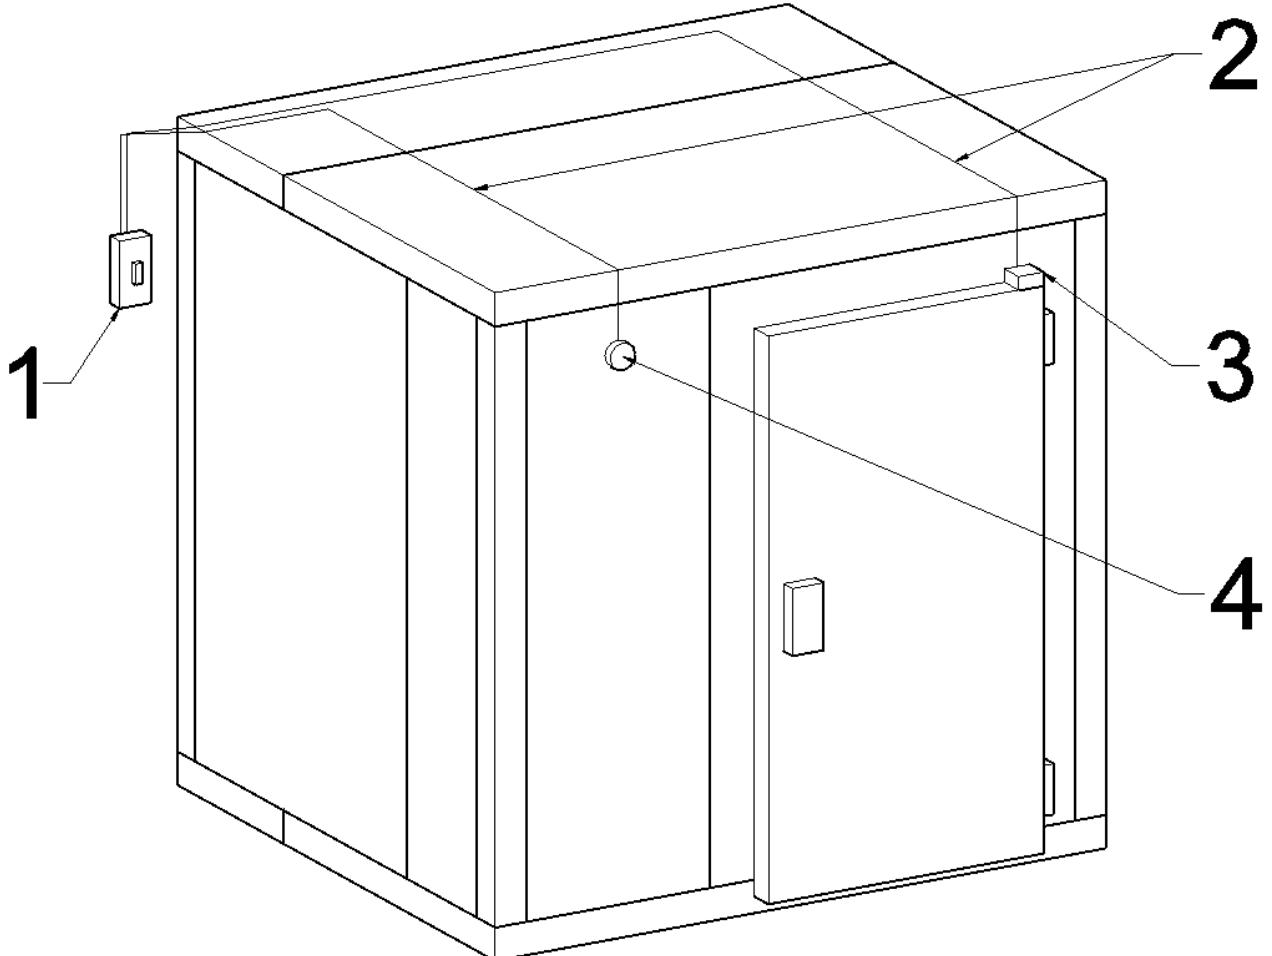

Рис. 5. Схема подключения электрического оборудования.
5.2.15. Подключение электрического оборудования (рис. 5) рекомендуется осуществлять после полной установки холодильной машины (согласно Руководству по эксплуатации машины холодильной).
Провод ПВС, подсоединеный к клеммнику в коробке распределительной, и клапана выравнивания давления довести до автомата (УЗО) поз.1 (рис. 5). Предварительно на провод клапана выравнивания давления надеть трубку ПВХ.